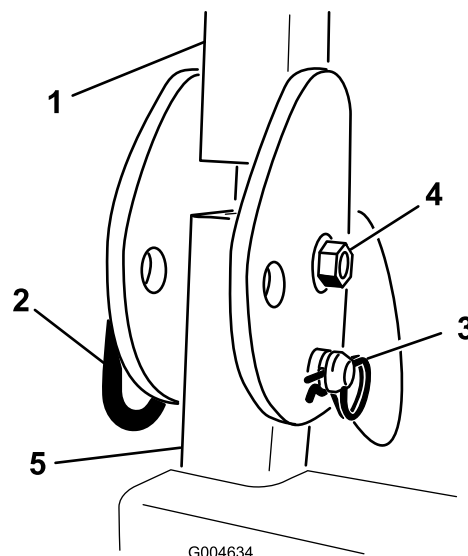

Figure 31
11. Positionnez l'arceau de sécurité sur les montants. Montez le boulon, l'écrou, la goupille fendue et la goupille qui fixent chaque partie de l'arceau aux montants (Figure 31).